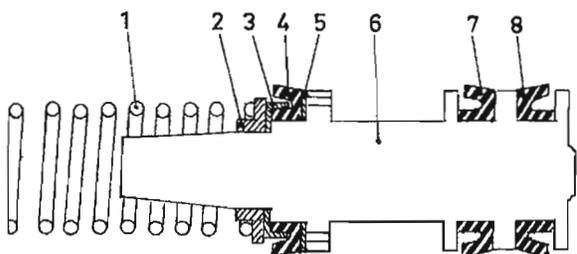

Abb. 57 Sekundärkolben
1. Die dünne Scheibe (5, Abb. 57), die Kolbendichtung (4) und den Stützring (3) auf dem Sekundärkolben einbauen. Aus der Abbildung geht hervor, wie die Teile beim Einbau zu wenden sind.